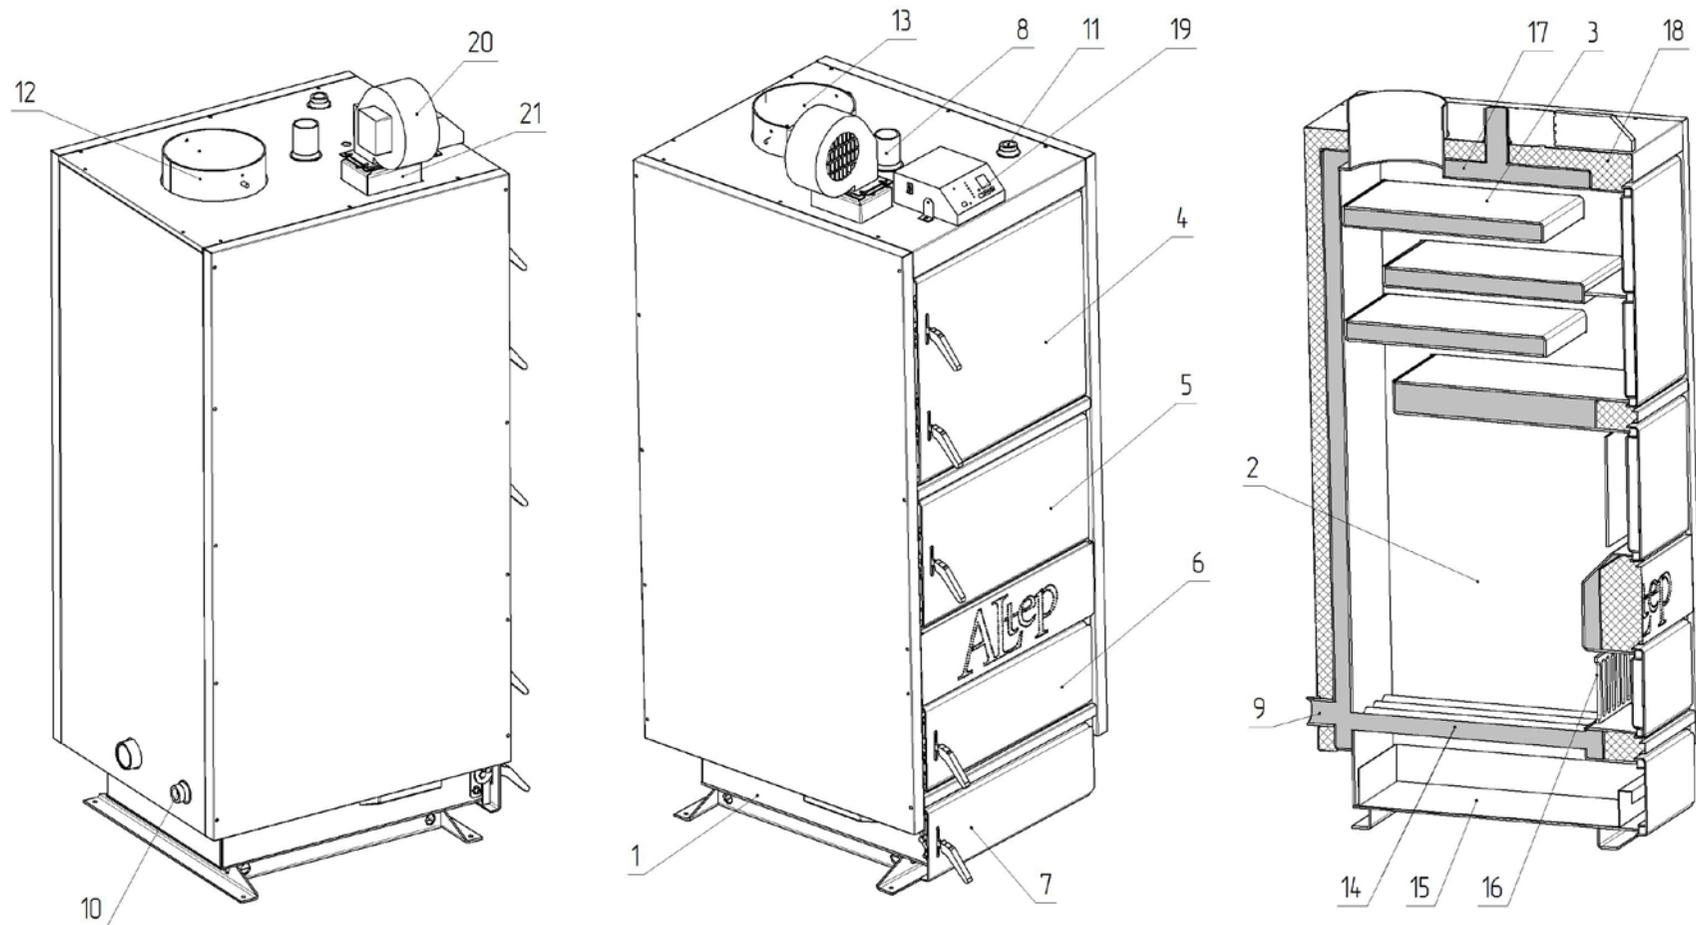

Рисунок 2 – Зовнішній вигляд та основні елементи котла
Конструктивно котел являє собою збірно-зварену конструкцію, що складається з корпусу (поз. 1, рис. 2) з камерою згоряння (топкою) (поз. 2, рис. 2). Над топкою розташована конвекційна частина котла (поз. 3, рис. 2), що являє собою високоефективний чотирьохходовий теплообмінник.
Корпус котла виконаний в формі паралелепіпеду з подвійними стінками, які розділені водними перегородками (поз. 17, рис. 2). На зовнішній поверхні корпусу під декоративною обшивкою закріплена теплова ізоляція. (поз. 18, рис. 2).
Паливо для процесу спалення завантажується на колосникові ґрати (поз. 14, рис. 2) крізь завантажувальні дверцята (поз. 5, рис. 2). Колосникові ґрати виконані з товстостінних безшовних труб по яких постійно циркулює вода з водяної оболонки котла, що унеможливує їх прогорання. Згоряння палива в топці відбувається за участю повітря, яке постачається по каналу подачі повітря (поз. 21, рис. 2) припливним вентилятором (поз. 20, рис. 2). Кількість повітря, необхідного для процесу згоряння, регулюється автоматично блоком автоматики управління (поз. 19, рис. 2).
Підведення і відведення теплоносія здійснюється відповідно через патрубки зворотної мережної води (поз. 9, рис. 2) і прямої мережної води (поз. 8, рис. 2).
Топочні гази виходять у димохід крізь боров (поз. 12, рис. 2), розташований у верхній частині котла.
Зола, яка утворюється в процесі згоряння палива, зсипається в нижню частину корпусу котла в якій розташована висувна полиця для золи – зольник (поз. 15, рис. 2).
У верхній частині корпусу котла розташований штуцер для встановлення запобіжного клапана або групи безпеки котла (поз. 11, рис. 2).
На задній стінці корпусу розміщено штуцер для зливу води з котла (поз. 10, рис. 2).
- дверцята для періодичного обслуговування (чищення) конвекційної частини котла (поз. 4, рис. 2);
- ревізійний дверцята (поз. 6, рис. 2) для періодичного чищення колосникових ґрат;
- дверцята зольника (поз. 7, рис. 2) для можливості спорожнення висувної полиці – зольника.